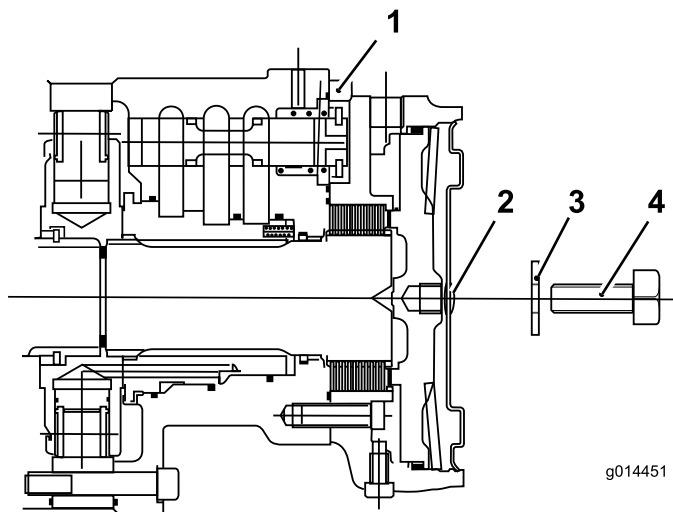

Figura 64
- C. Monte el tapón hexagonal en la placa de extremo del motor (Figura 64).